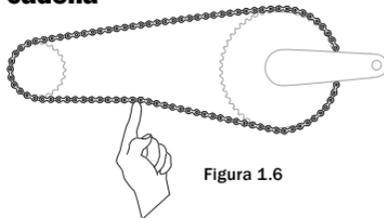

Figura 1.6
- Freno contrapedal: Debería producirse un movimiento vertical total de entre 6 y 12 mm (0,25-0,50 pulgadas) en el centro de la cadena (Figura 1.6).